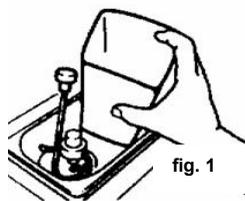

fig. 1
- Sollevare il tubo di aspirazione ed estrarre la vasca della panna. (fig. 1)